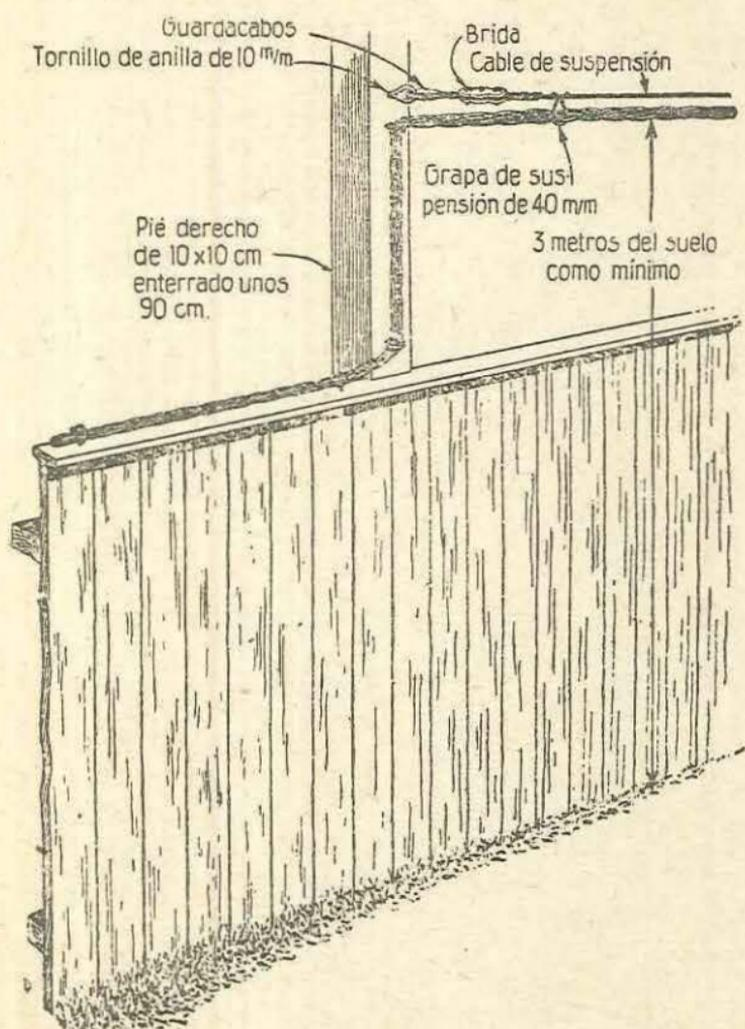

Fig. 27
31.—Al tender el vano desde la valla al edificio se empleará el procedimiento para vanos aéreos indicado en el párrafo 22 (véase fig. 27).